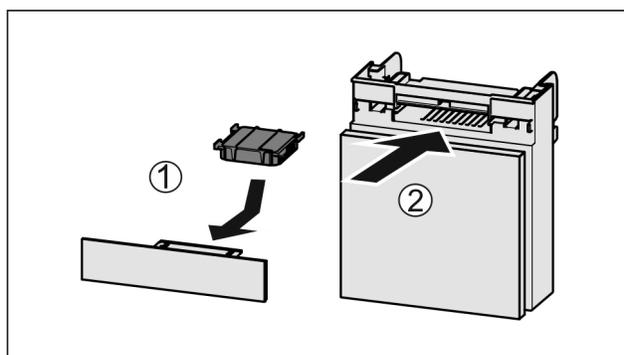

Fig. 122
- ▶ Insérer le filtre à charbon actif d'après le schéma Fig. 122 (1).
- ▶ Insérer le compartiment Fig. 122 (2).